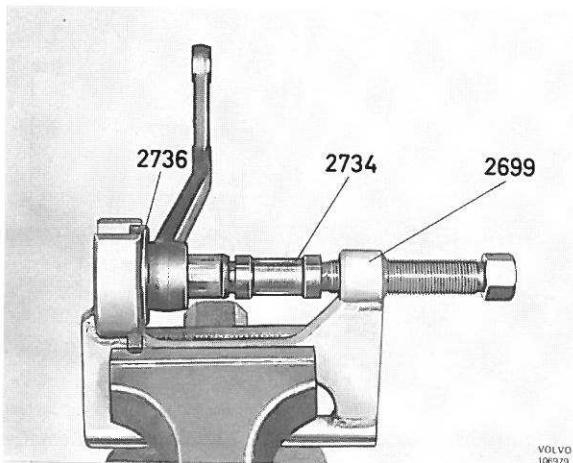

Figure 85. Démontage de la bague caoutchouc, bras intermédiaire
4. Bien fixer l'outil-presse 2699 dans un étau et extraire la bague en se servant de l'outil 2736 et du mandrin 2734, figure 85.